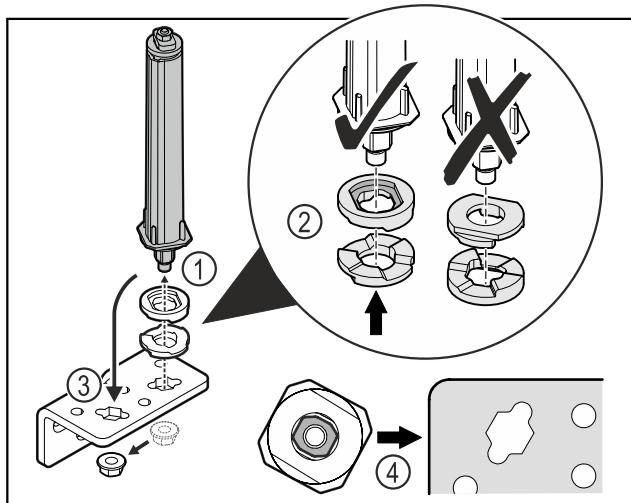

Fig. 52
- ▶ Відкрутити гайку і зняти систему запирання дверей Fig. 52 (1).
- ▶ Слідкувати за правильним розташуванням шайб для регулювання висоти Fig. 52 (2).
- ▶ Переставити систему запирання дверей у шарнірному кутику і зафіксувати гайкою Fig. 52 (3).
- ▶ Під час встановлення слідкувати за правильною орієнтацією системи запирання дверей Fig. 52 (4).